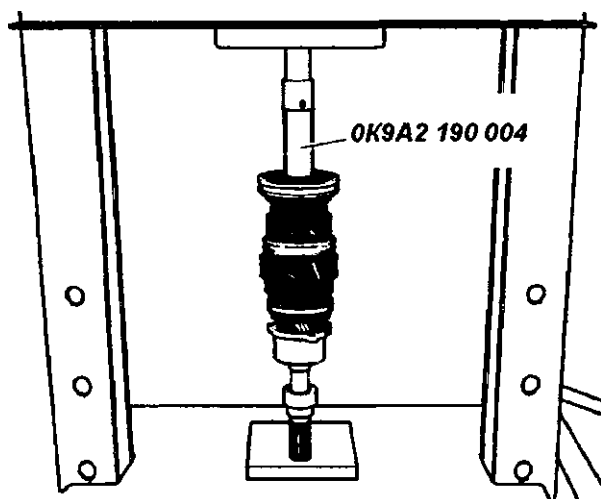

Рис. 6.31. Установка ступицы и муфты синхронизатора 3 и 4 передач
24. При помощи оправки 0K9A1 190 004 (рис. 6.31) установите ступицу 9 (см. рис. 6.16) и муфту 8 синхронизатора 3 и 4 передачи.